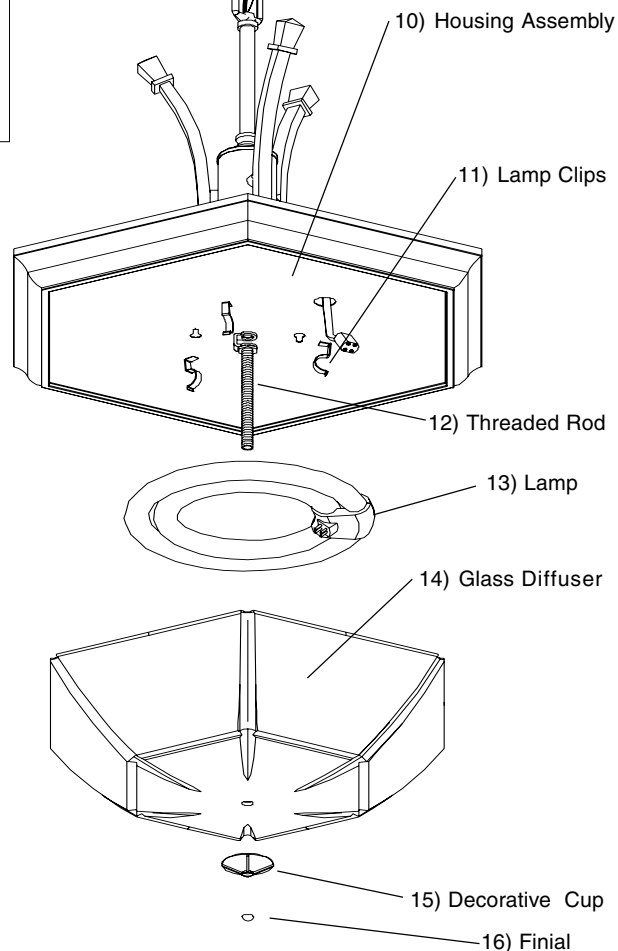

Figure 2
8. Raise Canopy (6) up to ceiling and fully thread Canopy Nut (5) onto Canopy Loop (5).
9. Lamp installation: With power prongs on Lamp (13) facing downward, plug ballast power connector into lamp power receptacle. Position the Lamp over two Lamp Clips (11) and gently push lamp over the third clip while pulling the clip slightly back.
11. Attach Threaded Rod (12) to fixture housing and Align hole in glass diffuser (11) with threaded rod (12) attached to housing (10)- place onto housing. (Approx. 5/8" of the rod should be exposed below glass- adjust as needed). **See Fig. 2.**
12. Secure w/ Decorative cup (15) and Finial (16).
8. Levante el Espaciador de Sobrecielo (6) hasta el techo y totalmente enrosque la Tuerca del Espaciador de Sobrecielo (5) al Lazo del Espaciador de Sobrecielo (5).
9. Instalación de la lámpara: Con las horquillas de suministro en la Lámpara (13) mirando hacia abajo, enchufe el conector de suministro del balastro en receptáculo de suministro de la lámpara. Coloque la lámpara sobre las dos Grapas de la Lámpara (11) y empuje suavemente la lámpara sobre la tercera grapa mientras tire la grapa levemente hacia atrás.
11. Conecte la Varilla Roscada (12) a la carcasa del luminario y alinee el agujero en el difusor de cristal (11) con la varilla roscada (12) conectada a la carcasa (10) - coloque en la carcasa. (Aprox. 5/8" de la varilla deberá estar expuesta por debajo del cristal – ajuste como necesario). **Vea Fig. 2.**
12. Asegure con copa Decorativa (15) y Finial (16).